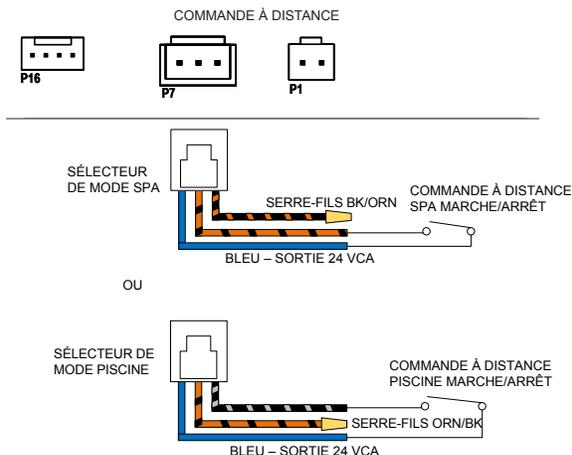

Figure 56. Installation du faisceau de la télécommande 2 fils
7. Placez le faisceau de la commande à distance à 3 fils sur le connecteur « P7 » et mettez l'appareil en marche « ON » (MARCHE). Voir Figure 56.
5. Sur le faisceau à 3 fils de la télécommande, connectez le fil BLEU d'un côté du contrôleur d'automatisation à distance et l'autre côté soit au fil ORANGE/NOIR pour le fonctionnement « SPA », soit au fil NOIR/ORANGE pour le fonctionnement « POOL ». Voir Figure 56.